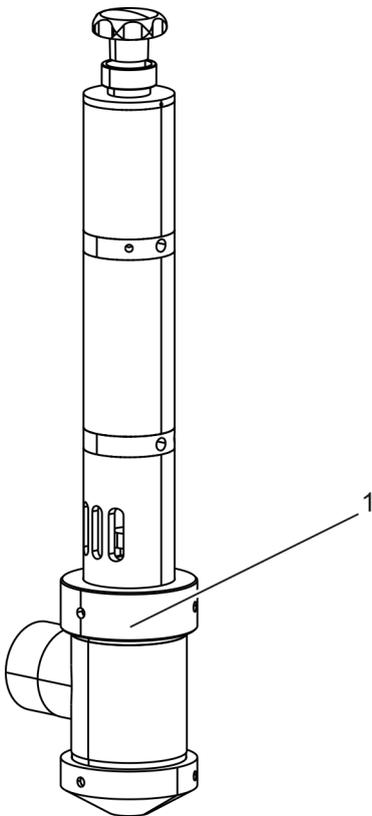

Abb. 58: Überwurfmutter am Antriebszylinder
Mit Hilfe des Hakenschlüssels die Überwurfmutter (Abb. 58/1) am Antriebszylinder durch Drehen gegen den Uhrzeigersinn lösen.
15. ▶ Mit Hilfe des Hakenschlüssels die Überwurfmutter (Abb. 58/1) am Antriebszylinder durch Drehen im Uhrzeigersinn festziehen.